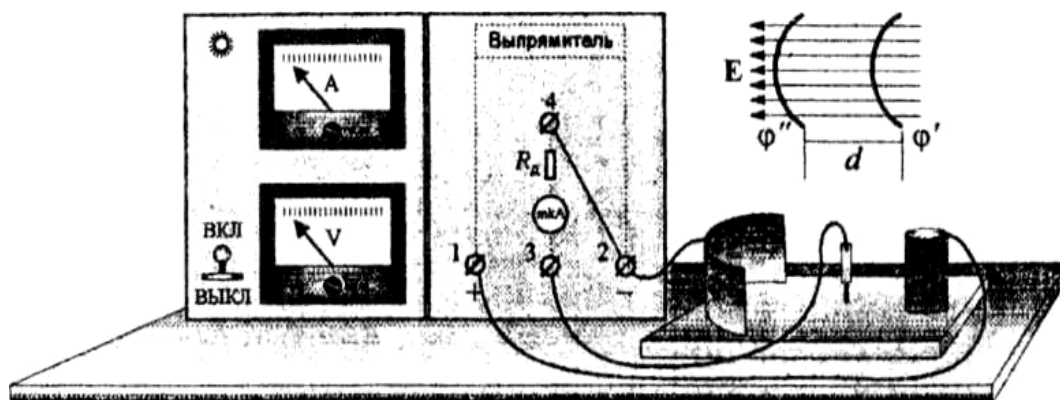

Рис. 9.1. Схема установки для исследования плоского электростатического поля
В работе исследуется плоское электрическое поле в листе бумаги, смоченном в слабом растворе медного купороса и лежащем на диэлектрической пластине. Макет установки показан на рис. 9.1. От выпрямителя на клеммы 1 и 2 и на соответствующие электроды, поставленные на мокрую бумагу, подается напряжение ( $U$ ):
Измеряя потенциалы  $\varphi$  разных точек плоского электрического поля относительно электрода 2, можно найти ряд точек с одинаковым потенциалом и построить *эквипотенциальные поверхности* (линии) и перпендикулярные им силовые линии поля, плотность которых должна быть пропорциональна напряженности электрического поля  $E$ . В малом объеме между двумя эквипотенциальными линиями электрическое поле (рис. 9.1)
1. Получите у лаборанта диэлектрическую пластину, электроды, провода и соберите схему, изображенную на рис. 9.1.